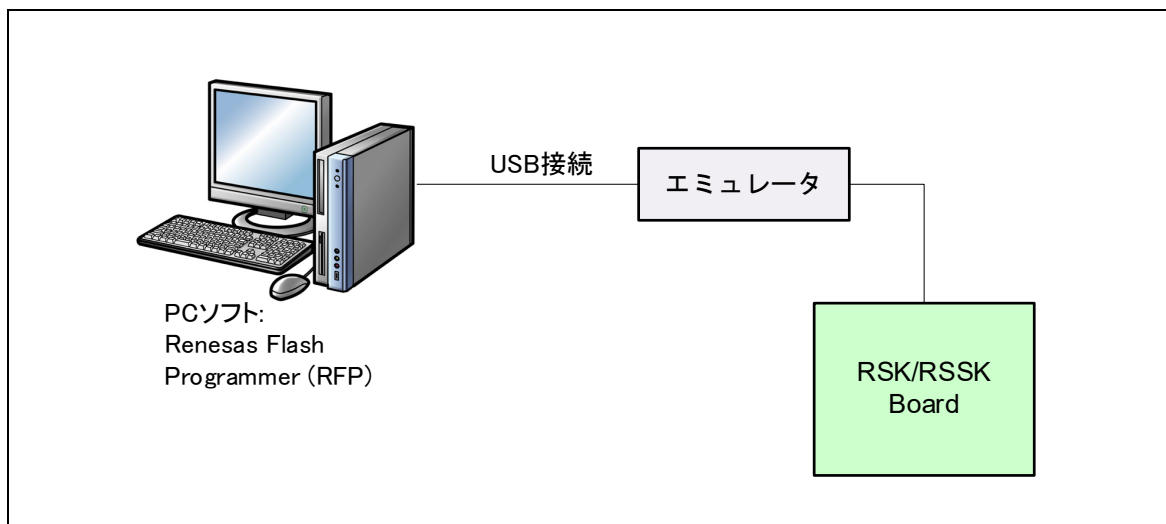

Figure 4-2 エミュレータを使用する場合の接続図
- c) エミュレータを使用する場合(**Figure 4-2**参照)は、本プログラムをユーザブート領域に書き込むことができません。